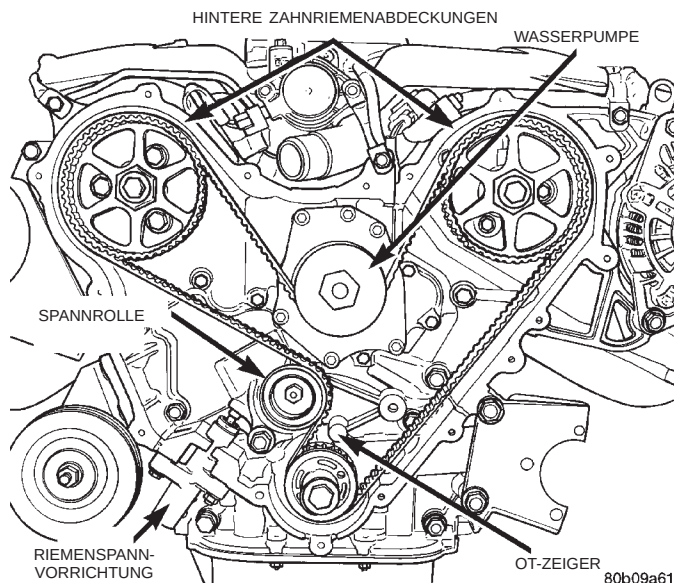

Abb. 69 Zahnriemen
(10) Zahnriemenspanner abbauen (Abb. 69) und Zahnriemen abnehmen.